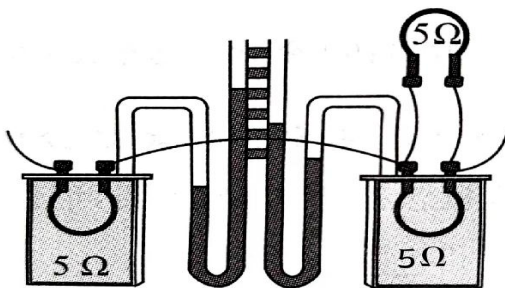

图 15-4-4
不过，我们还有更巧妙的办法——将两个阻值相同的电热丝串联起来，然后在其中一个电热丝与另外的电热丝并联，如图 15-4-4 所示，图中右瓶内的电热丝与瓶外的电热丝是并联的，则这两个电阻丝的总电流与图中左瓶内的电热丝通过的电流是相等的，因此，左瓶和
(1) 将电路按图 15-4-4 所示组装好，闭合开关，一段时间后，观察 U 形管中两侧液柱高度差，并记录下现象。
(2) 串联一个滑动变阻器，移动滑片改变电流，进行多次实验。
通过图 15-4-4 所展示的现象，我们发现，左侧的 U 形管中的液柱高度差更大，这意味着左瓶内的电热丝通电后产生的热量更多，由于左瓶内的电流更大，所以，我们得到的结论是：**当电阻一定时，电流越大，电流产生的热量越多。**